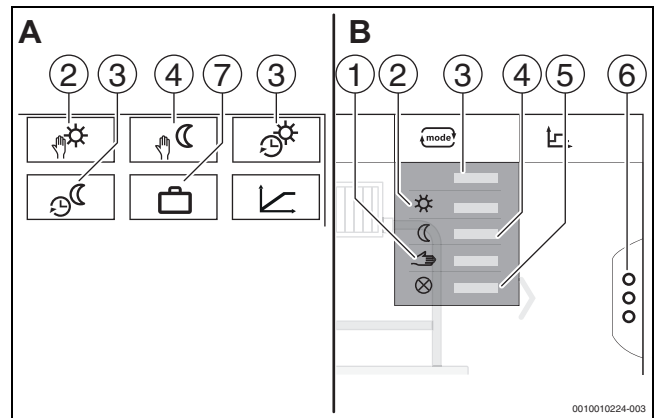

Fig. 37 Viste tipi di funzionamento
Per i tipi di funzionamento (→ fig. 38, [2], pag. 62) e per le funzioni estese (→ fig. 37, [6], pag. 37) possono essere impostate temperature proprie e criteri di conversione propri. Le impostazioni possono essere effettuate separatamente per ogni singolo circuito di riscaldamento e per ogni tipo di funzionamento.
- **Esercizio di riscaldamento manuale** (→ fig. 37, [2])
- **Esercizio attenuato manuale** (→ fig. 37, [4])
- **Ferie** (→ fig. 37, [7])